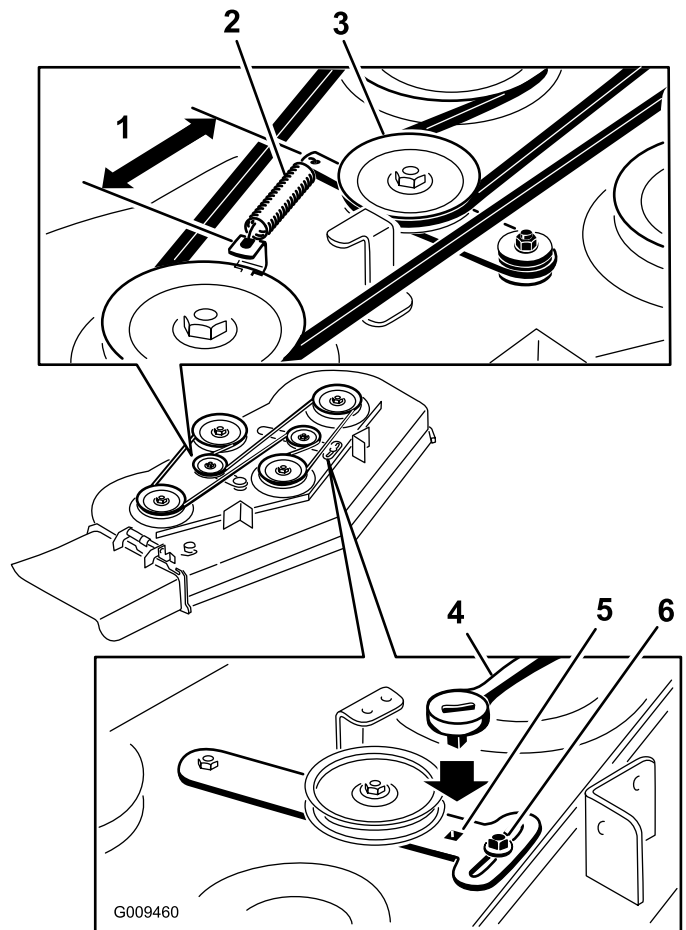

Figura 64
5. Retire la correa usada del cortacésped (Figura 64).
6. Instale la correa nueva del cortacésped alrededor de las poleas de la plataforma y la polea del embrague (Figura 64).
7. Utilizando la llave de carraca en el brazo tensor, apriete la polea tensora hasta que el muelle mida 14,6 cm (5-3/4 pulg.) de un gancho a otro (Figura 64).